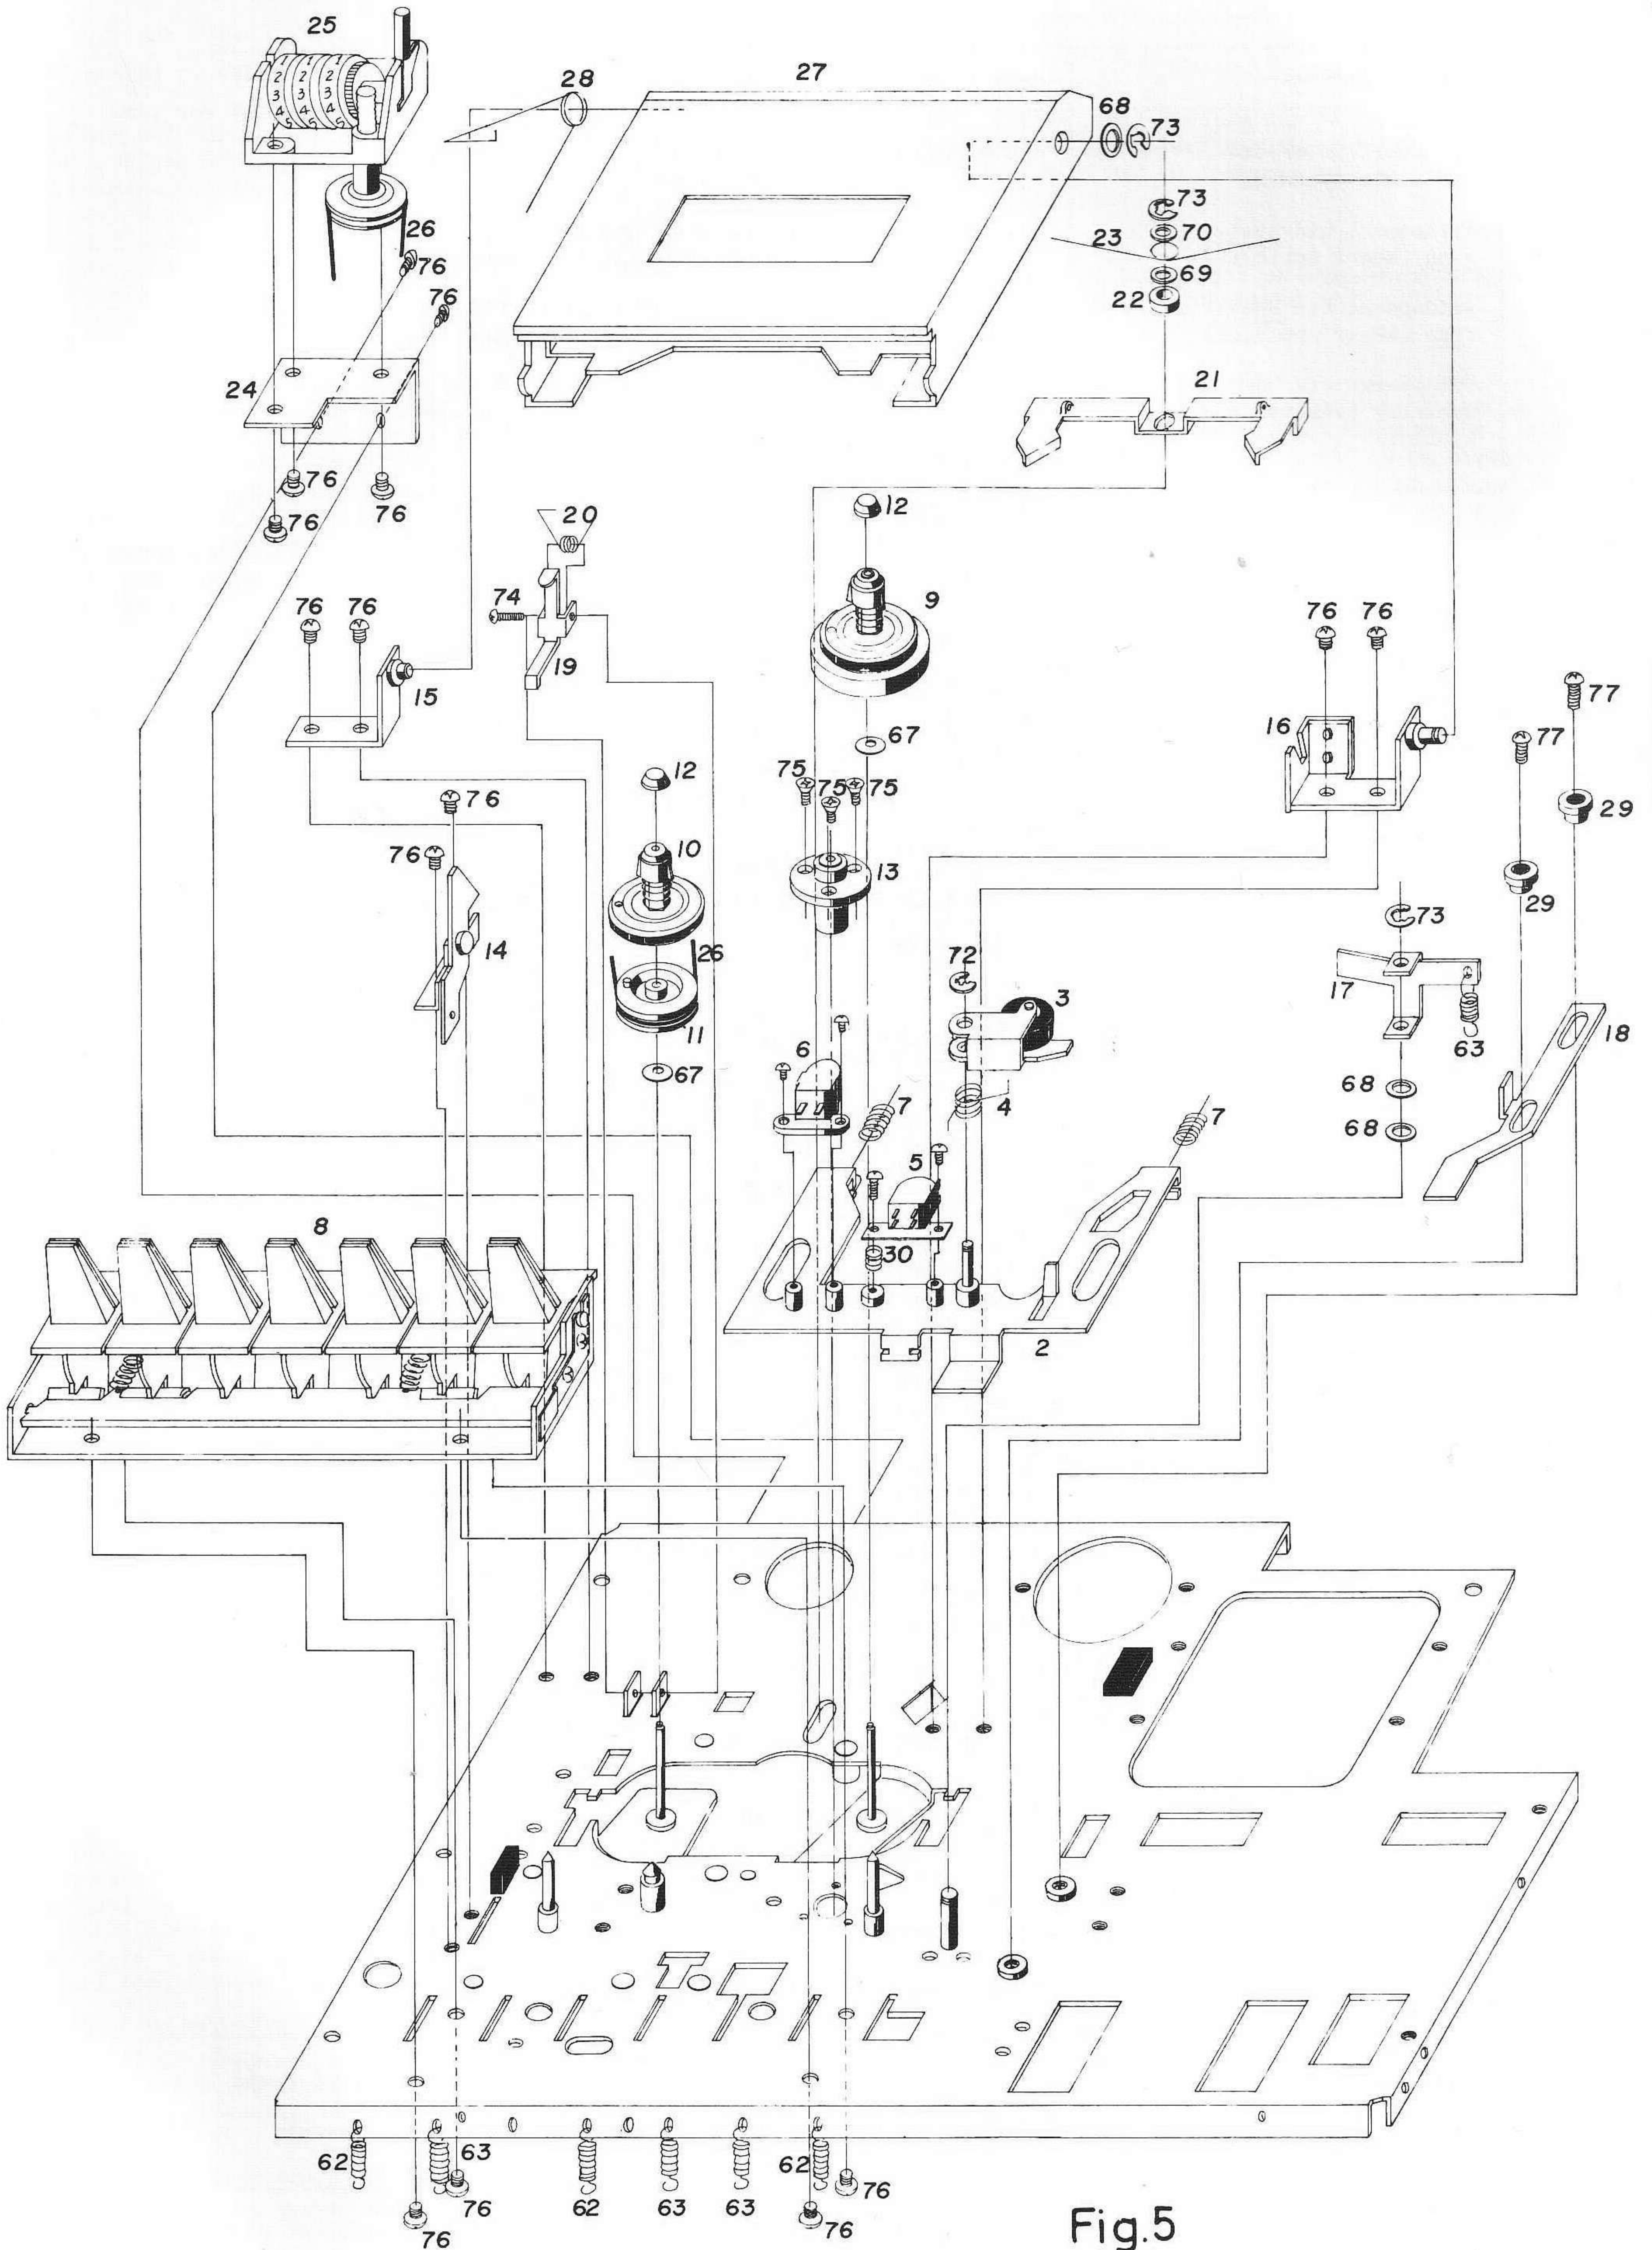

Fig.5
## Mekaniska justeringar - se sprängritningar fig 5, 6
Ställ in kassetten i bandspelaren och justera höjden av hållare 16 fig 5 så att den kommer i bästa läge. Höjden kan justeras med två skruvar på hållarens (16) baksida.